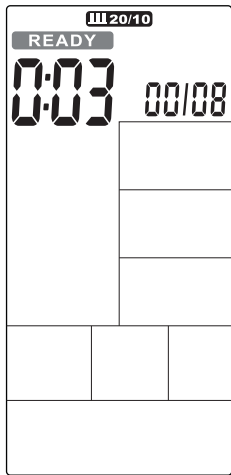

FIGURA 24
- O tempo entra em contagem regressiva de 3 a 0, em seguida, o console começará, enquanto um alerta sonoro soará uma vez por segundo e a palavra READY pisca uma vez por segundo, exibindo a contagem '00 / 08' (Figura 24).